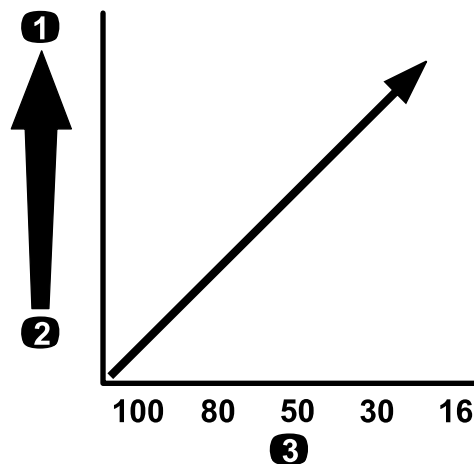

**Figura 63**
**Importante:** Cuando se fumiga con productos químicos de mayor viscosidad (más espesos) o soluciones de polvo humedecible, puede ser necesario utilizar una malla de filtro más gruesa para el filtro de presión opcional; consulte la Figura 63.